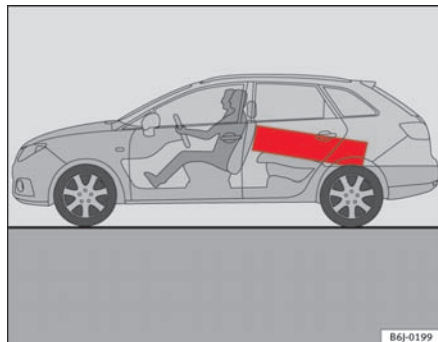

Fig. 87 Læg tunge ting så langt frem som muligt.
- Læg tunge ting så langt frem som muligt ⇒ fig. 87.